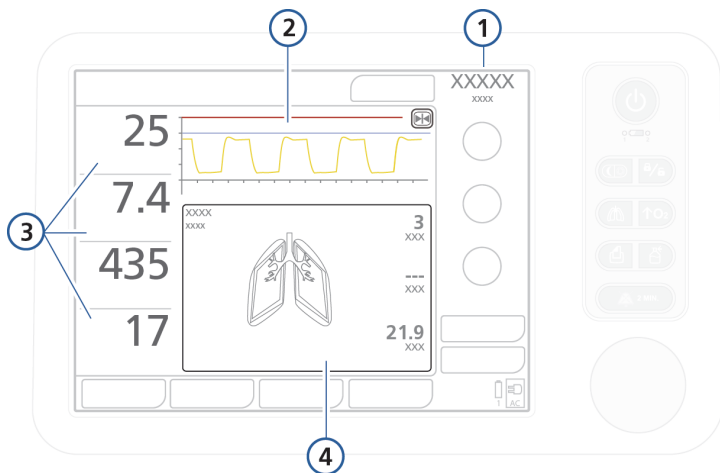

Рисунок 6-1. Главный экран
Во время вентиляции можно просматривать данные пациента на экране аппарата HAMILTON-T1 (рис. 6-1). В зависимости от действующих в вашем учреждении норм, изображение на экране можно настроить для отображения различных кривых, петель или трендов либо графиков интеллектуальной панели. Работать с окном «Мониторинг» можно в любое время, не прерывая процесс вентиляции легких.
- Кривая давления/времени. Этот график отображается постоянно, и его нельзя настраивать. См. пункт 4 на рис. 6-1.